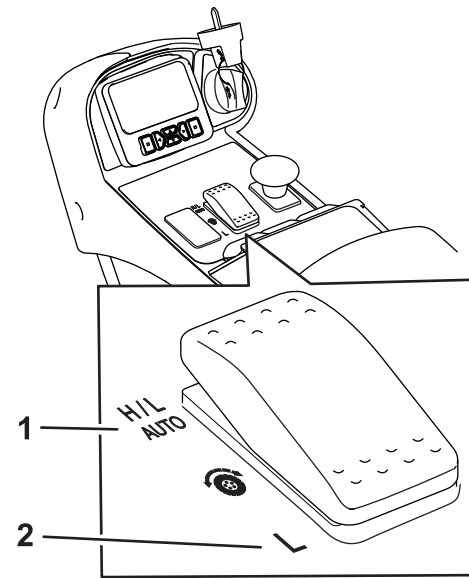

Figure 26
- Dans des conditions de fonctionnement normales, cette machine destinée à fonctionner en plaçant le sélecteur de gamme à la position H/L AUTO (Figure 26). Cette position permet à la machine d'alternier automatiquement entre les gammes haute et basse, selon qu'elle est utilisée pour la tonte ou le transport.
- Lorsque vous sélectionnez la position GAMME BASSE (Figure 26), la machine va toujours fonctionner en mode gamme basse. Ce réglage est à privilégier lorsque vous utilisez la machine dans un atelier, que vous la chargez ou la déchargez d'une remorque, quand vous gravissez des pentes raides ou pour toute autre opération qui ne nécessite pas une vitesse de déplacement élevée.
Cette machine dispose de 2 gammes de vitesse de déplacement : la gamme basse et la gamme haute. Le sélecteur de gamme permet de sélectionner les positions suivantes (Figure 26) :